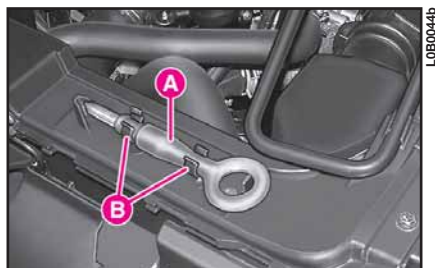

fig. 41
- prelevare l'anello di traino A (**fig. 41**) disimpegnandolo dai relativi dispositivi di ritegno B;